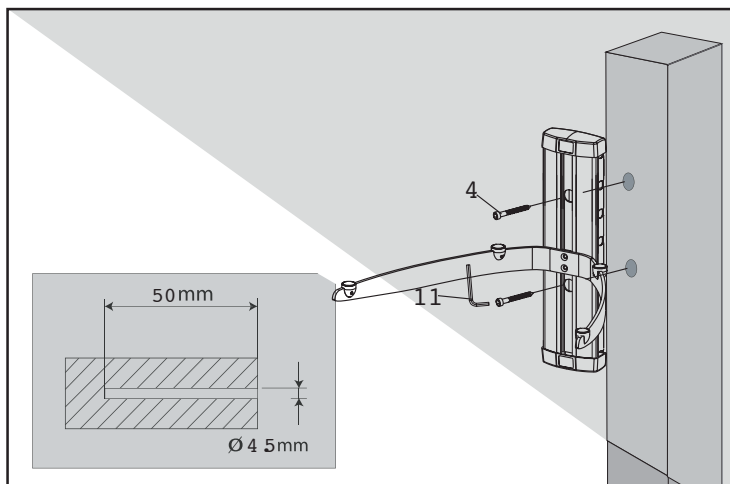

Fig. 3
Desplace la base del soporte hasta el punto deseado, una vez situado en la posición final, utilice la base del soporte como plantilla para marca la ubicación de los agujeros, utilice un punzón para marcar donde clavará los tornillos. Con una broca de 4.5mm de diámetro haga los agujeros de 50mm de profundidad. Asegúrese que estos agujeros estén alineados. Fije el soporte a la pared con los tornillos 5x5mm (4) y con la llave allen suministrada (1 I). Vea Fig. 3.